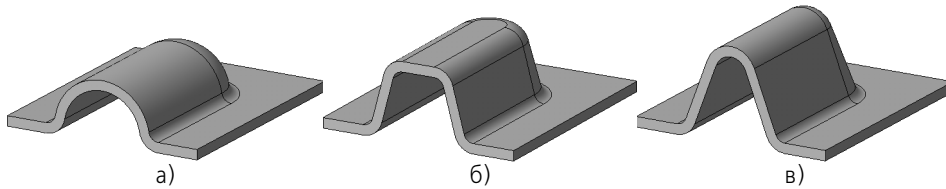

Рис. 101.7. Формы сечения буртиков
- ▼ круглая (рис. 101.7, а),
- ▼ U-образная (рис. 101.7, б),
- ▼ V-образная (рис. 101.7, в).